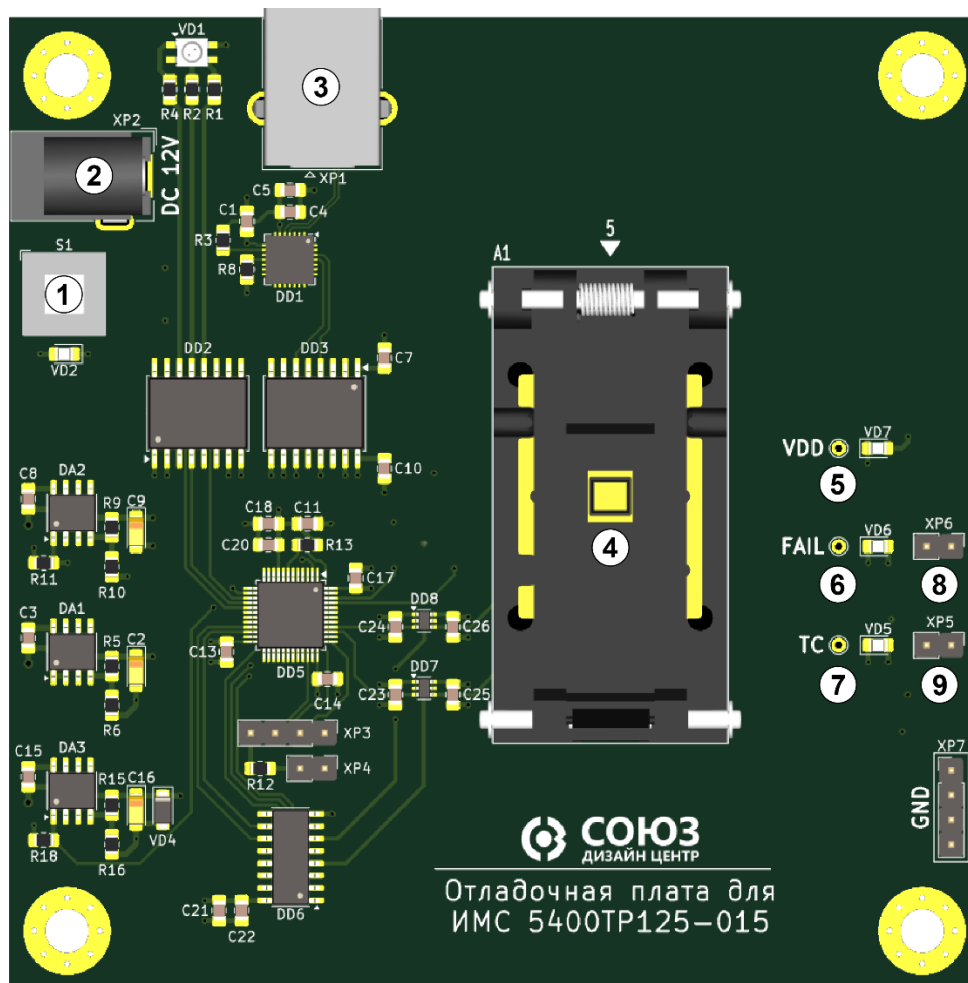

Рисунок 1. Отладочная плата КФЦС.441461.348
- Отладочная плата КФЦС.441461.348 (Рисунок 1);